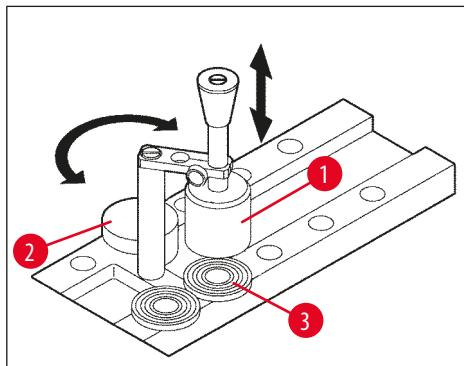

图 14
- 将装有样品的样品托放到速冻架(→ "图 14") 10 个空位中的一个并冷冻。